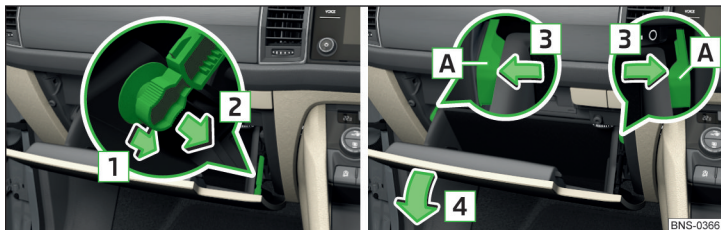

Fig. 363 Torpedoul de pe partea pasagerului față
- Deblocați tija de blocare în sensul săgeții **1** și desprindeți-o în sensul săgeții **2** » fig. 363.